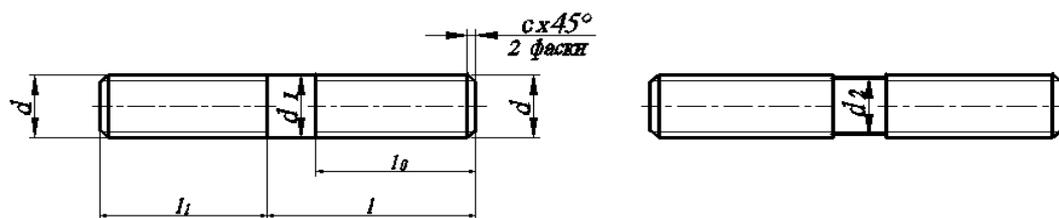

Рис. 14
*Шпилька* – стандартное изделие, представляющее собой цилиндрический стержень с резьбой на обоих концах (рис. 14). Шпильки применяют вместо болтов, когда нет места для головки болта, и в случае нецелесообразности установки длинного болта при значительной толщине одной из соединяемых деталей.